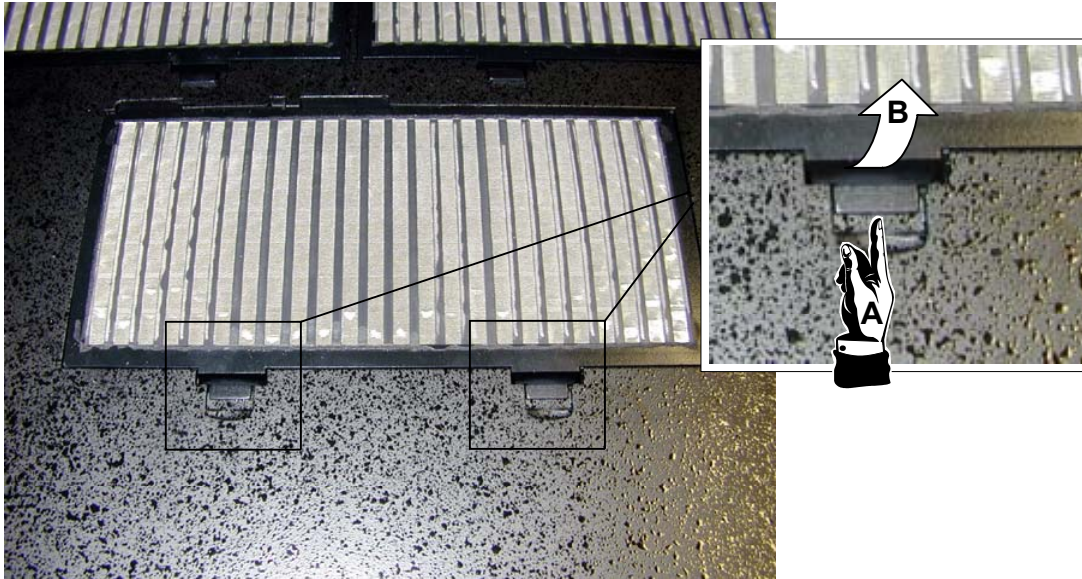
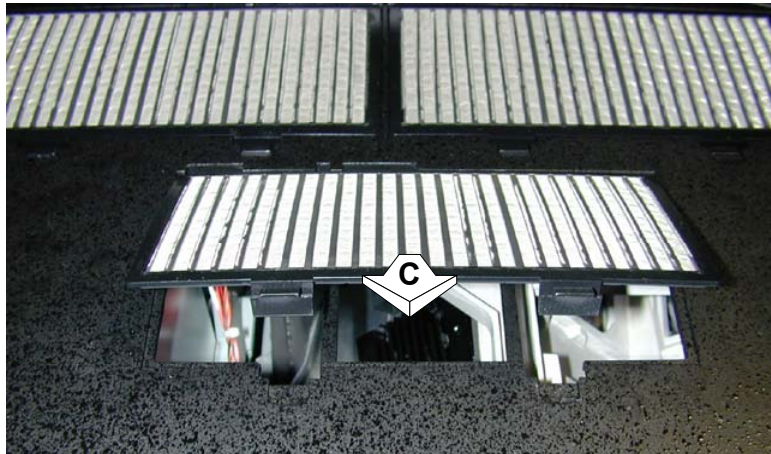

Abbildung B-2
Abbildung B-3
1. Drücken Sie die Lippe (A) der Filterverriegelung (2 für die Filter 1 bis 3 und 1 für Filter 4 & 5) nach unten, sodass die Verriegelung sich öffnet, und
2. Klappen Sie die Vorderseite (B) des Luftfilters nach oben und schieben Sie ihn nach vorn (C), um ihn aus der Halterung zu entnehmen. (Abbildung B-2, Abbildung B-3)